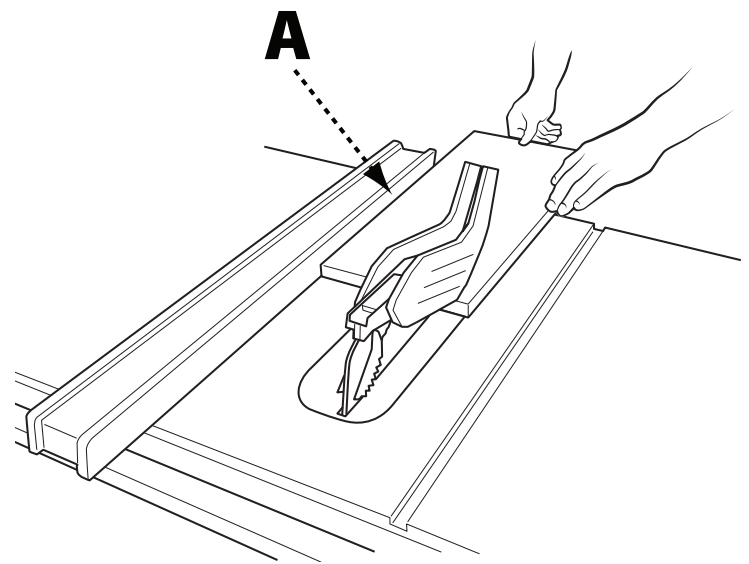

FIGURA 21
8. Sujete la pieza de trabajo horizontalmente sobre la mesa y contra la guía (A). La pieza de trabajo debe tener un borde recto contra la guía y no debe estar deforme, torcida ni doblada. Vea la posición correcta de las manos en la Figura 21.